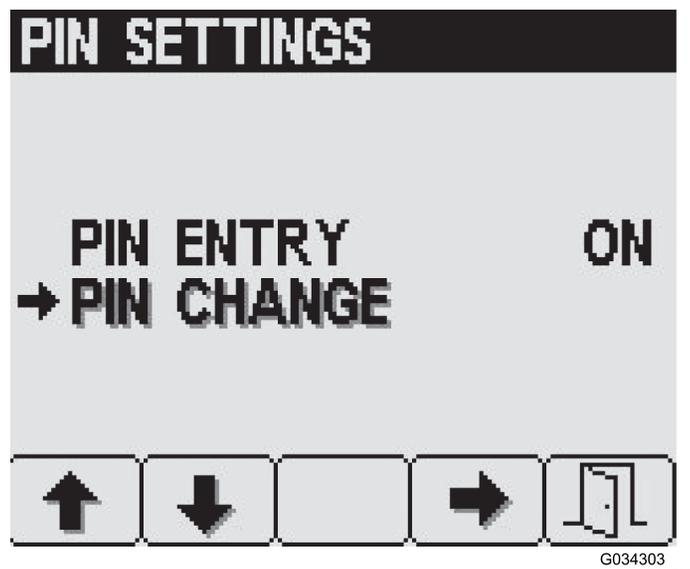

Bild 34
3. Drücken Sie auf dem Bildschirm „PIN Settings“ die Taste 2, um auf die Option „PIN Change“ zu navigieren; drücken Sie Taste 4, um „PIN Change“ auszuwählen (Bild 34).